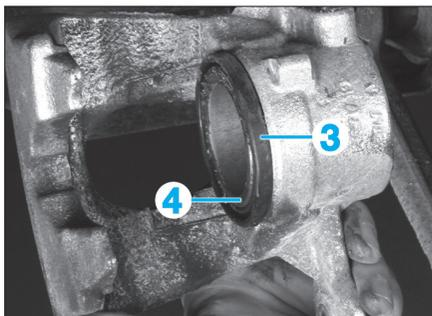

Fig. 4
- Contrôler l'état du pare-poussière (3) et le remplacer au besoin (Fig.4).
- Nettoyer la surface d'appui (4) du piston de frein et l'enduire légèrement de pâte antigraissage.